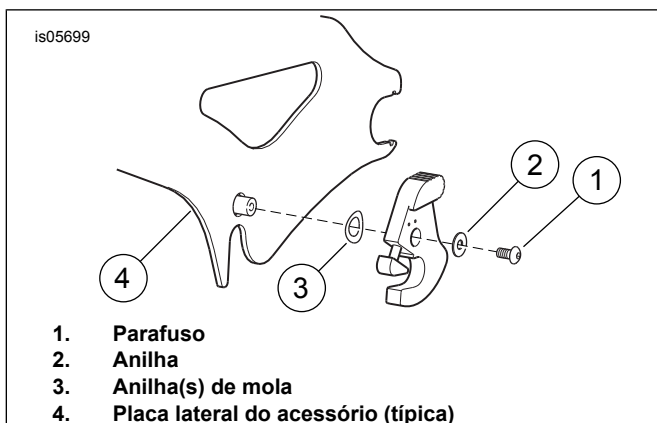

Figura 2. Remover a trava (apresentação da parte exterior do lado direito da instalação)
2. Ver Figura 2 . Remover o parafuso (1) e a anilha (2) da tranca que estiver a ser substituída. Guardar o parafuso e a anilha para a instalação.